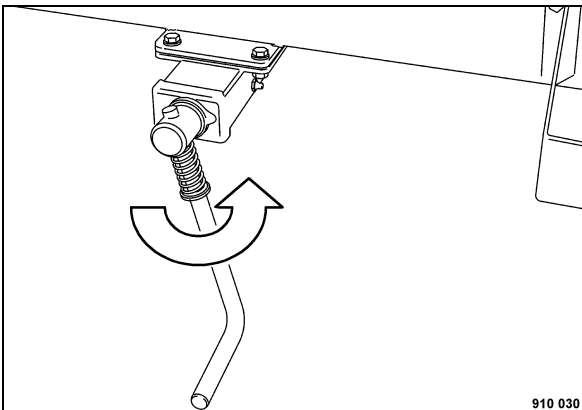

Bild 16
- Feststellbremse lösen (Bild 16) und Unterlegkeile entfernen.